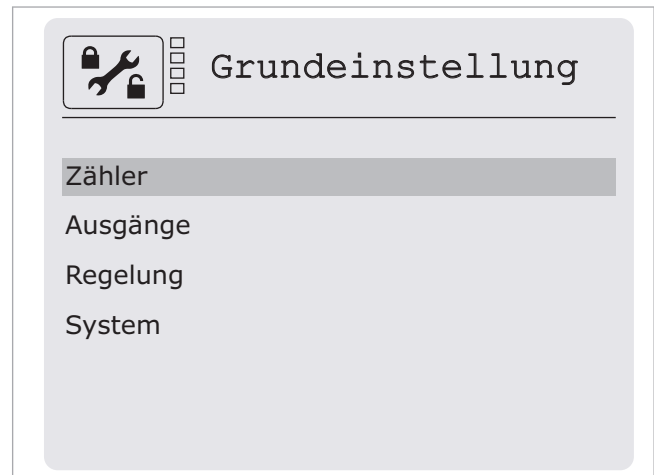

Abb. 20: Menü Grundeinstellung - Darstellung der Untermenüpunkte
2. Den Menüpunkt „Zähler“ auswählen (siehe → Abb. 20, S. 20).